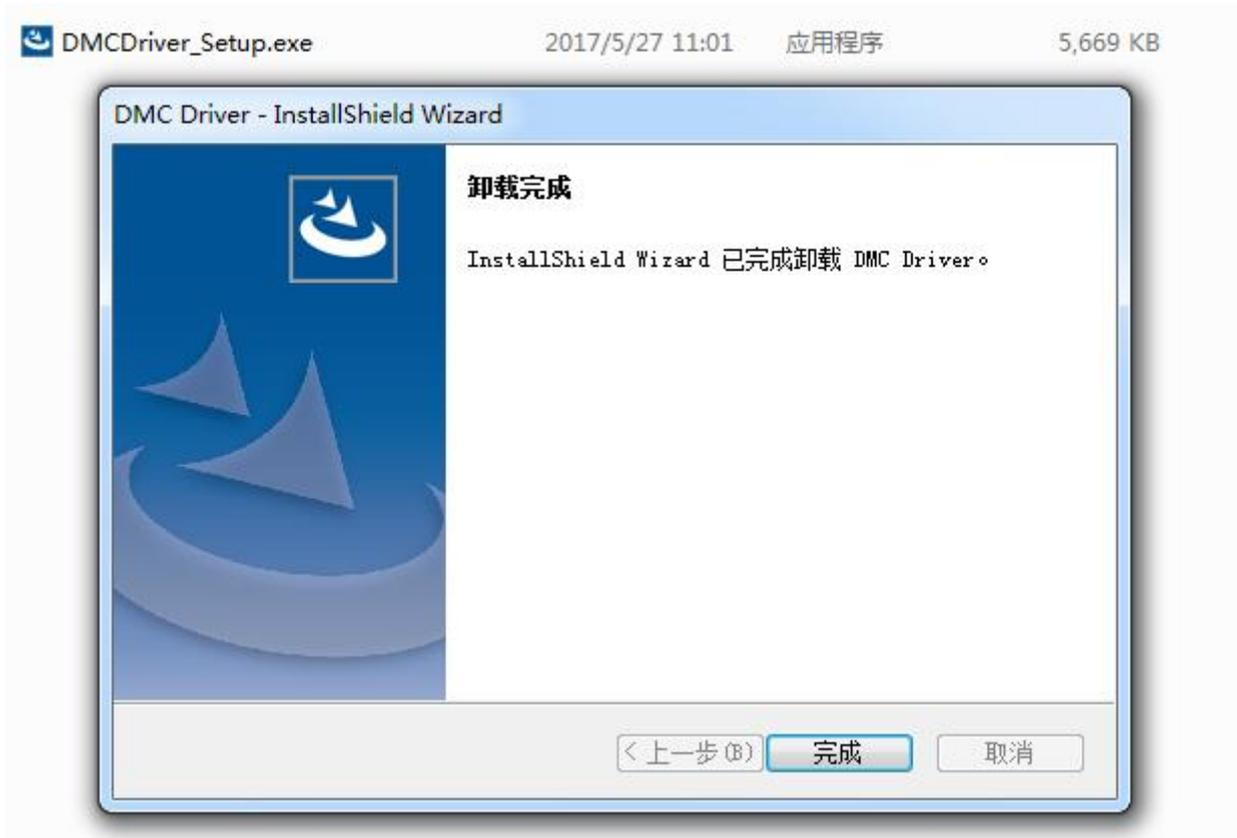

图 3 完成驱动程序的卸载
3、卸载完成后，显示界面如图 3 所示，点击“完成”，完成卸载。